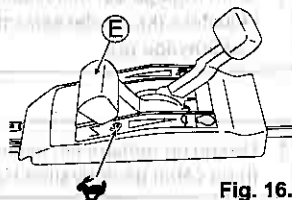

Fig. 16.
2 Placez la Manette de gaz (E) en position "STOP" pour commencer à tondre. (Voir Fig. 16.)